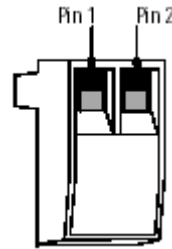

Рисунок 13. REPO разъем
3. Подсоедините изолированные нормально разомкнутые релейные контакты (номинал 60 В постоянного тока максимум, 30 В переменного тока RMS максимум, и 20 мА максимум) через REPO устройство к контакту 1 и контакту 2 (см. рис. 13). Используйте витой неэкранированный провод размером 18–22 AWG (0.75 мм²–0 мм²).